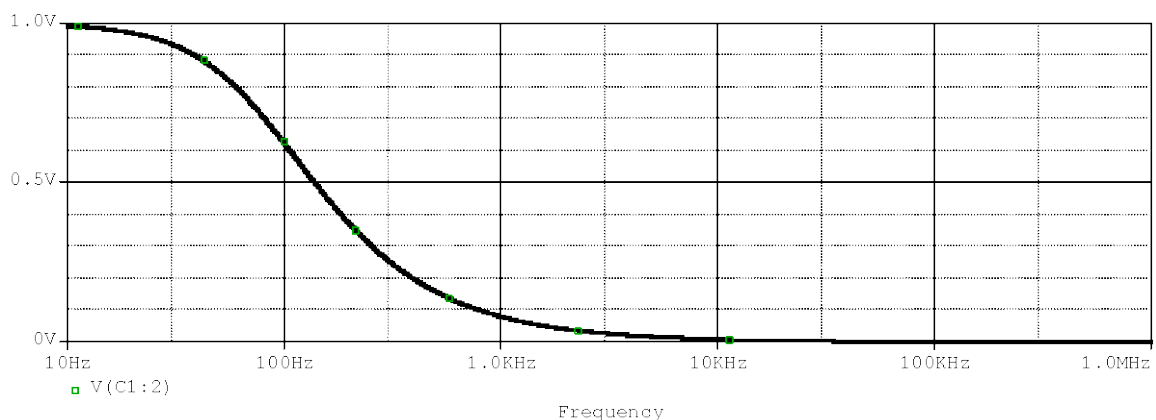

Рисунок 5.13 – Частотна характеристика *RC*-фільтра нижніх частот з логарифмічно розподіленими контрольними точками по 100 точок на декаду
28. Запустіть процес моделювання з новими налаштуваннями і виведіть на екран *Probe* діаграму напруги на конденсаторі $V(C1:2)$ (рис. 5.13).